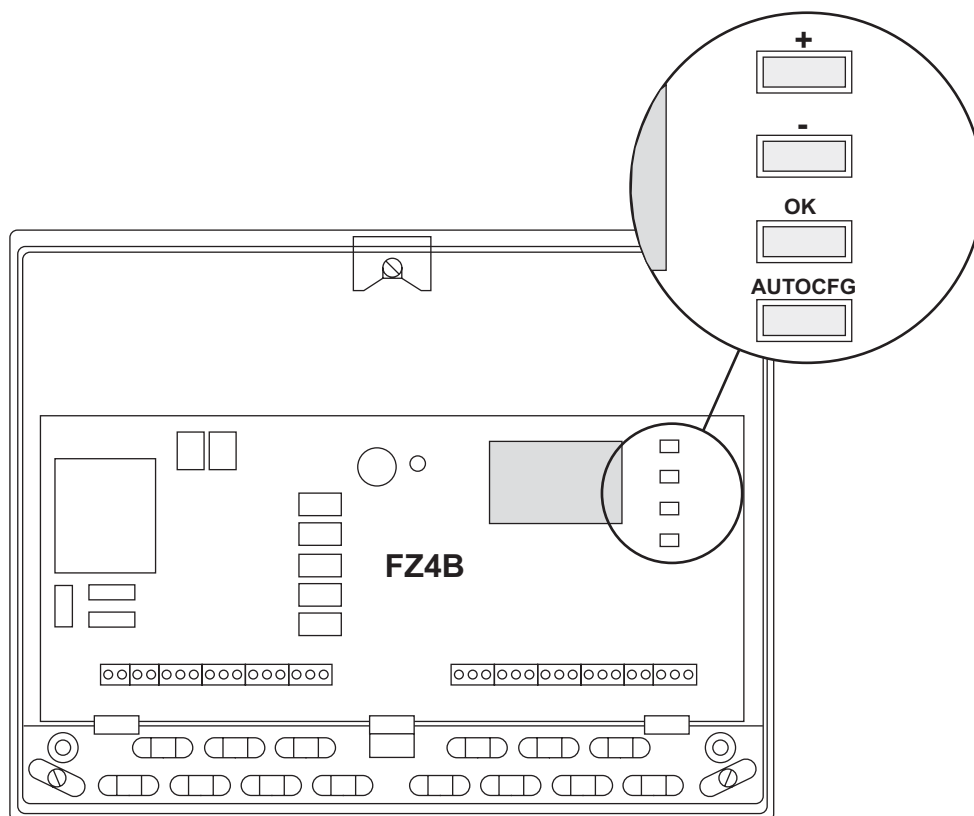

fig. 43 - Centralita FZ4B
-  **Atención:** La caldera está preparada para el funcionamiento con **termostato de ambiente** en las zonas de baja temperatura. Si se conecta el **cronomando remoto**, es necesario configurar la centralita **FZ4B**. Para ello, pulsar la tecla **AUTOCFG** (ver fig. 43) hasta que parpadeen todos los pilotos de la tarjeta **FZ4B**. La caldera queda así lista para funcionar con el cronomando remoto en baja temperatura.